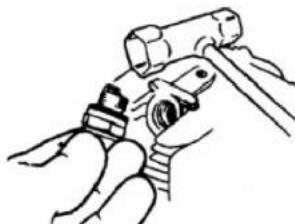

Fig.E15
1. Démonter la bougie à l'aide de la clé (Fig.E15). Si la bougie est sale ou trempée d'essence, nettoyez-la et séchez-la.